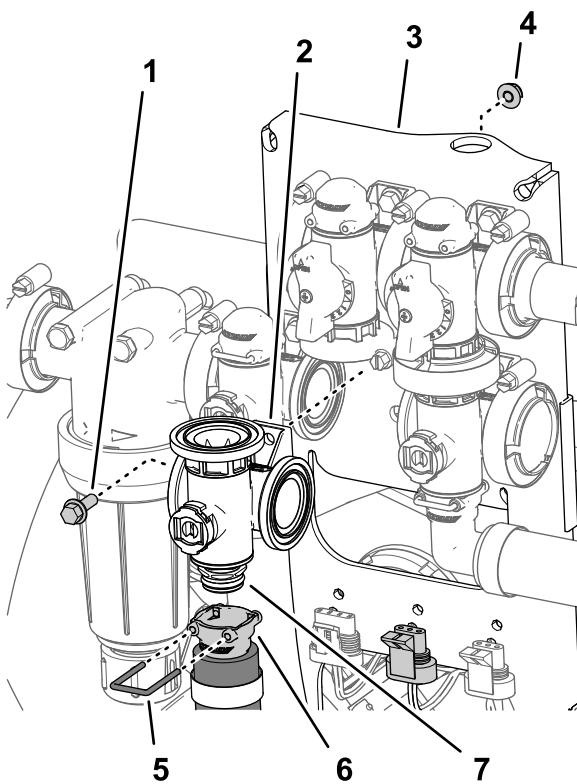

Bild 116
2. Entfernen Sie den Halter, mit dem die Schnelltrennbuchse an der Schnelltrennkupplung des Verteilers für das Rührwerkventil befestigt ist (Bild 116).
3. Entfernen Sie die Bundkopfschraube ($\frac{1}{4}$ " x $\frac{3}{4}$ ") und Sicherungsbundmutter ($\frac{1}{4}$ '), mit denen das Rührwerkventil an der Ventilbefestigung befestigt ist, und entfernen Sie den Ventilverteiler von der Maschine (Bild 116).